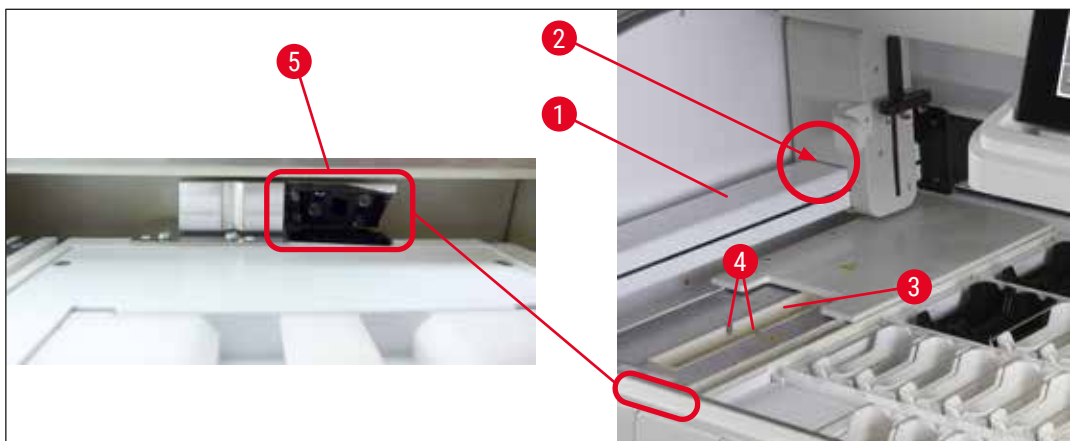

Bild 95
- När du använder tillvalet streckkodsläsare, kan avnötning från objektglasracken samlas i och kring objektglasräknaren (→ "Bild 95"). Därför måste dessa områden kontrolleras noga av användaren vid den dagliga uppstarten av instrumentet och, vid behov, rengöras med en dammsugare. Rengöring med dukar rekommenderas inte för att undvika spridning av partiklar till andra kritiska områden av instrumentet.